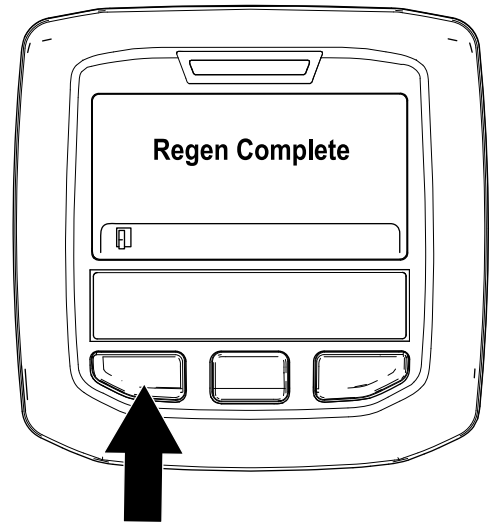

Figura 53
9. A regeneração em estacionamento está concluída quando a mensagem “Regen Complete” (Regen. completa) surge no InfoCenter. Prima o botão esquerdo para sair para o ecrã inicial (Figura 53).